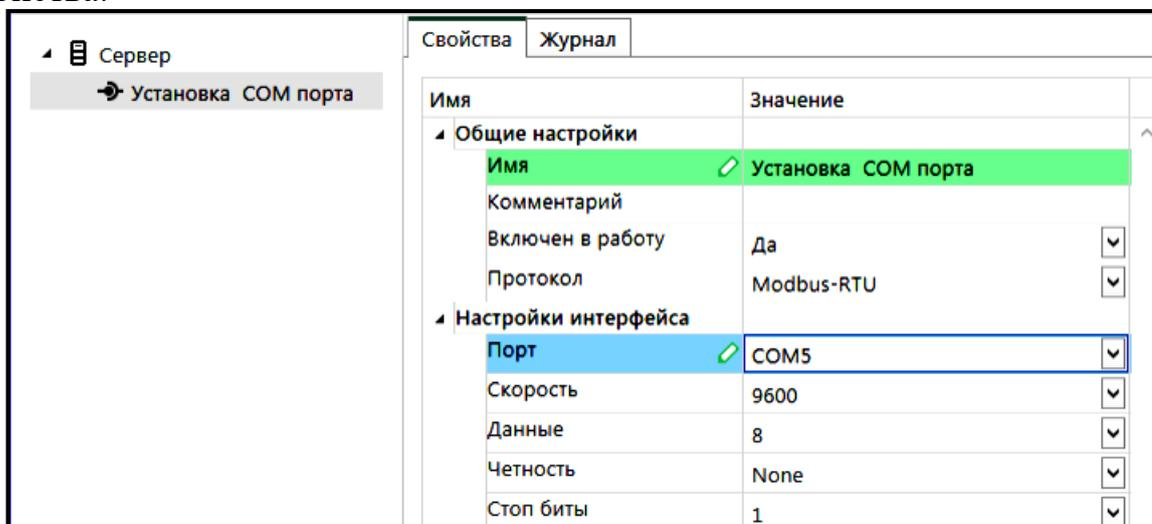

Рисунок 7. Пример настройки COM порта
4. Ввести сетевые настройки прибора: "Скорость", например, - 9600, "Данные" - 8, "Четность" - none, стоп-биты – 1 (рис. 7). Для того чтобы узнать сетевые настройки устройства, следует обратиться к руководству по эксплуатации устройства.